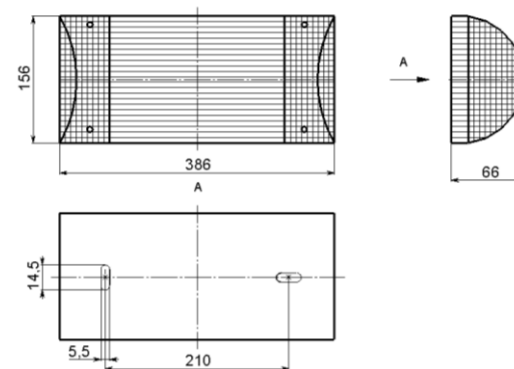

Рисунок 1
2.1 Светильники серии ЛБО64 УХЛ4 (рисунок 1) внутреннего освещения производственных, общественных и жилых зданий и предназначен для освещения лифтовых холлов, лестничных площадок, коридоров (кроме коридоров лечебных учреждений), с временным пребыванием людей.